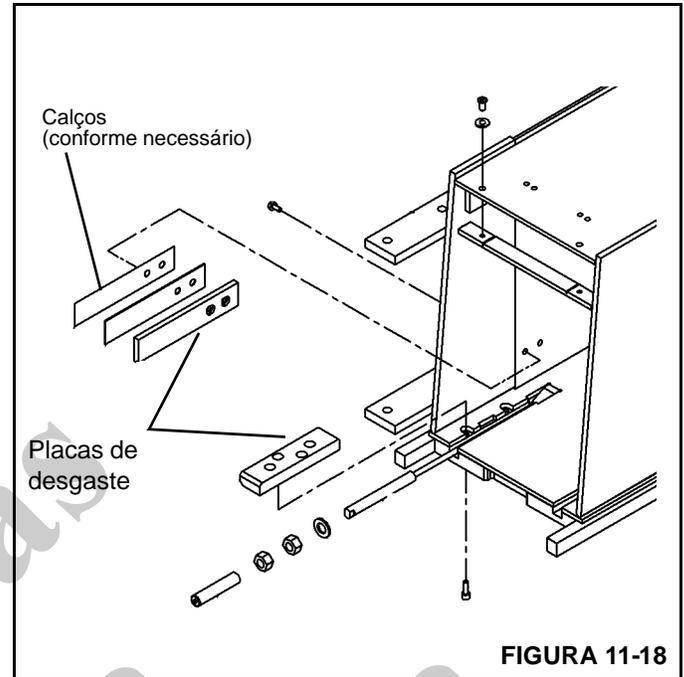

FIGURA 11-18
2. Instale as placas de desgaste inferiores na extremidade dianteira da seção da base juntamente com os cabos de retração da 3ª seção (Figura 11-18).